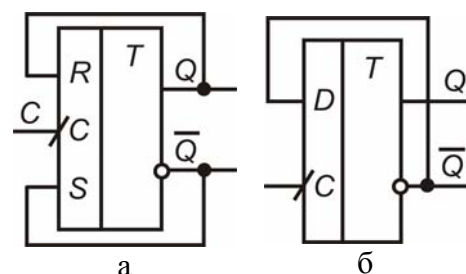

Рис. 8. T-триггер, построенный на RS- (а) и D- (б) триггерах
T-триггеры. T-триггеры применяются в качестве делителей частоты. У них только один вход C ; по каждому входному импульсу C состояние выхода Q меняется на противоположное. Микросхемы T-триггеров не выпускаются, их собирают на базе RS- или D-триггеров (рис. 8).
7. В EWB на микросхеме 7474 собрать T-триггер по рис. 8-б, измерить таблицу истинности.